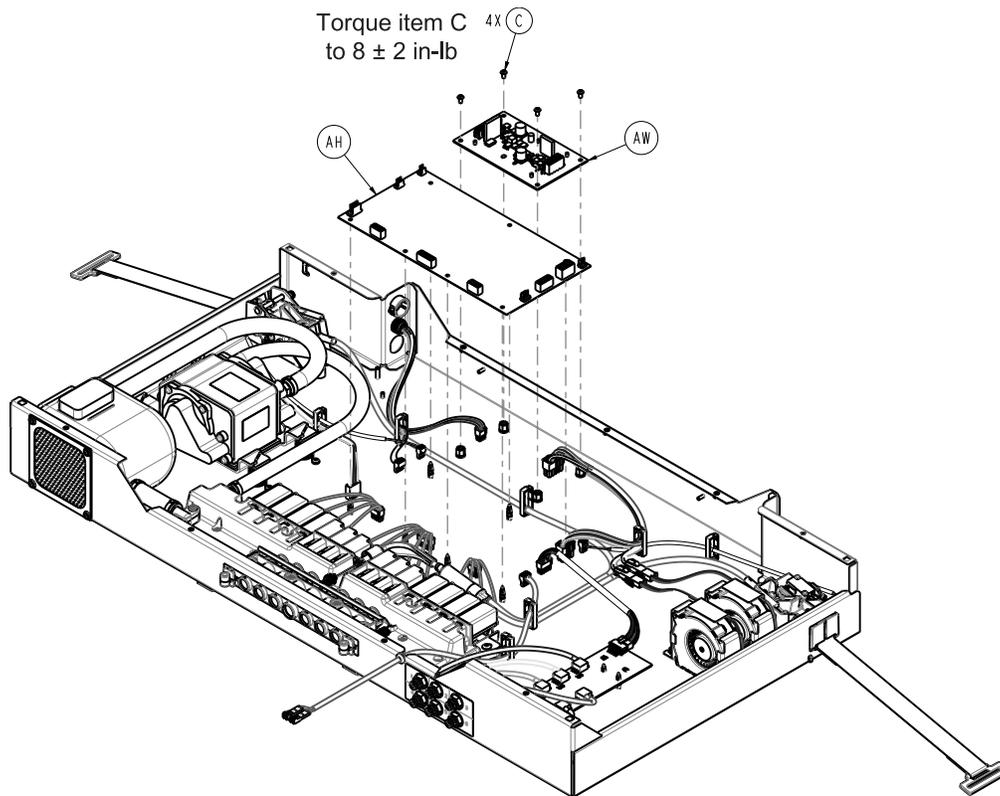

Figure 12 – Carte d'alimentation
2. À l'aide d'une clé Torx T10, enlever les quatre vis (C) fixant la carte d'alimentation (AW) à la boîte côté pieds (Figure 12). Conserver les vis.